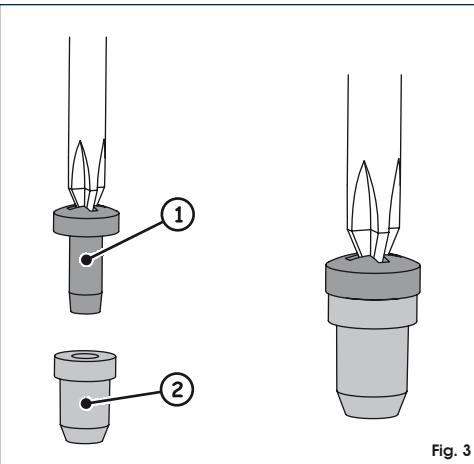

Fig. 3
- Avvitare la vite M4x10 in dotazione, fig. 3 rif. ①, nell'inserto in alluminio, fig. 3 rif. ②, fino a battuta, come indicato in fig. 3.
- Tighten the supplied M4x10 screw, fig. 3 ref. ①, into the aluminium insert, fig. 3 ref. ②, until it reaches the travel stop, as shown in fig. 3.
3. Serrer la vis M4x10 fournié, fig. 3 réf. ①, dans l'élément intercalaire en aluminium, fig. 3 réf. ② à fond d'après la fig. 3.
3. Atornille el tornillo M4x10 suministrado, fig. 3 réf. ①, en el inserto de aluminio, fig. 3 réf. ②, hasta el tope como se indica en la fig. 3.